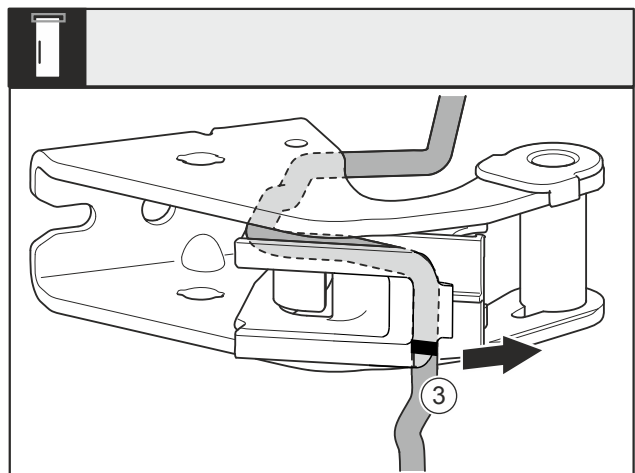

Fig. 31
- Kabel met de kabelhouder Fig. 31 (3) van het lagerbok demonteren.